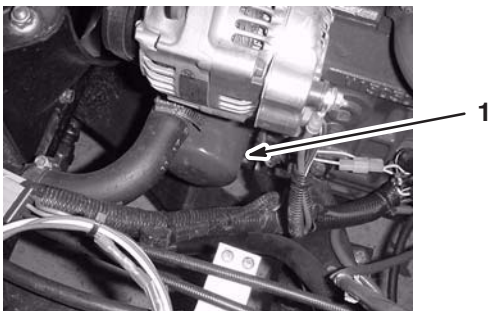

Bild 33
7. Entfernen Sie den alten Ölfilter (Bild 33).
10. Setzen Sie den Ersatzölfilter auf den Anbaustutzen auf. Drehen Sie den Ölfilter nach rechts, bis die Gummidichtung den Filterstutzen berührt. Ziehen Sie den Filter dann um eine weitere 1/2 Umdrehung fester (Bild 33).